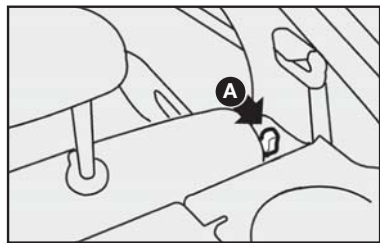

fig. 57
**3** Desengatar o encosto, movendo as alavancas laterais **A-fig. 57** no sentido da seta.